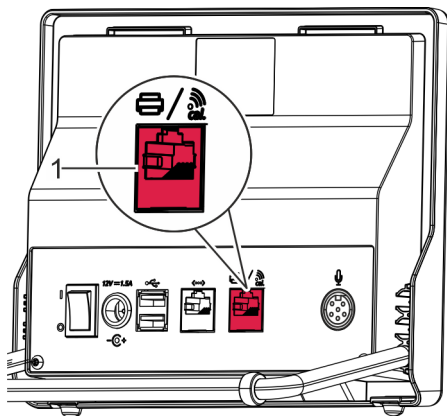

Abb. 12: Druckerschnittstelle
2. ➔ Druckerkabel in die Druckerschnittstelle (Abb. 12/1) stecken.